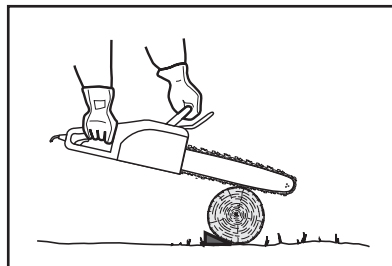

Fig. 35
- Si el diámetro de la madera es lo suficientemente grande como para insertar una cuña de seccionamiento blanda sin tocar la cadena, utilice la cuña para mantener el corte abierto y así evitar el pinzamiento (Fig. 35).